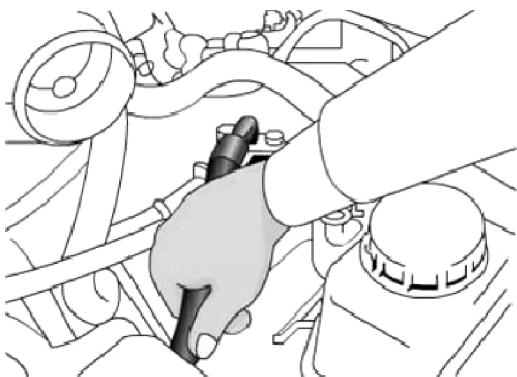

图 18-23 用手夹紧进油软管
- 4) 如图 18-23 所示, 用手捏发动机的进油软管, 检查是否能感受到燃油压力。